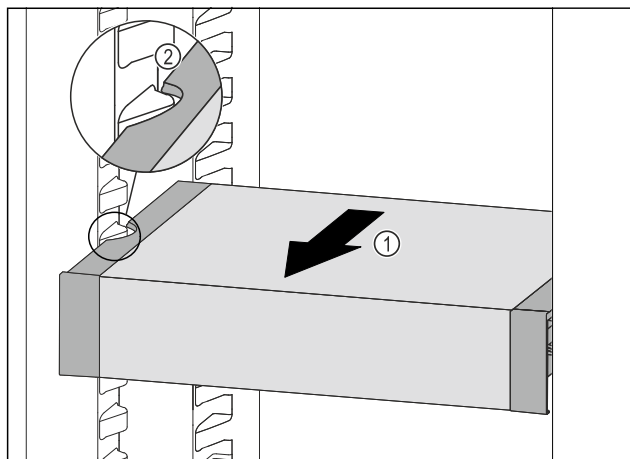

Fig. 179
- VarioSafe nach vorne ziehen Fig. 179 (1), bis sich die seitlichen Aussparungen des VarioSafes auf Höhe der Behälterrippe im Kühlteil befinden. Fig. 179 (2)